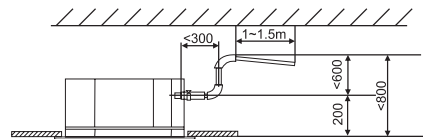

Рис. 46.
- При сливе нескольких блоков в общую сливную линию этот общий слив должен быть установлен на расстоянии около 100 мм ниже сливного отверстия каждого узла, как показано на рис. 46.